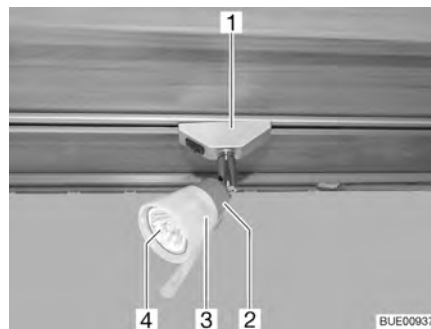

Fig. 210 Foco halógeno (desplazable)
- Girar el foco halógeno (Fig. 210,1) 90° y sacarlo del riel.
- Girar la pantalla de lámpara (Fig. 210,3) en sentido contrario a las agujas del reloj.
- Retirar la pantalla de lámpara y la bombilla halógena (Fig. 210,4) con cuidado del portalámparas (Fig. 210,2).